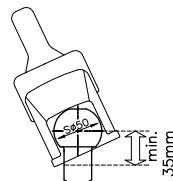

Bild 1:
1.3 Die Zugkugelpkupplung WS 3000/3500 kann nur zusammen mit Kupplungskugeln nach DIN 74058 / ISO 1103 eingesetzt werden, wenn der Kugelhals im Bereich von **35 mm frei von Anbauteilen** ist. (Bild 1) (statt 32 mm nach DIN 74058 / ISO 1103).